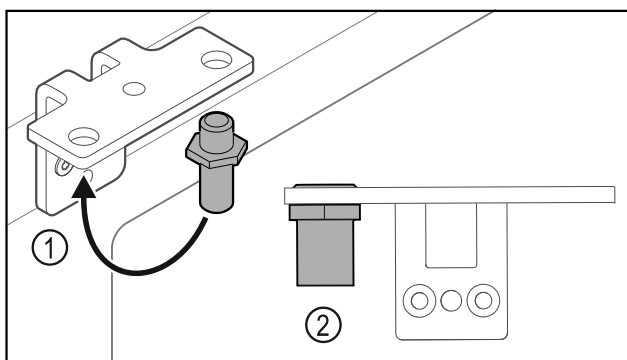

Fig. 29
- Bouten Fig. 29 (1) naar de scharnierhoek verplaatsen.
- Bouten Fig. 29 (2) met **aanhaalmoment van 12 Nm** vastdraaien.